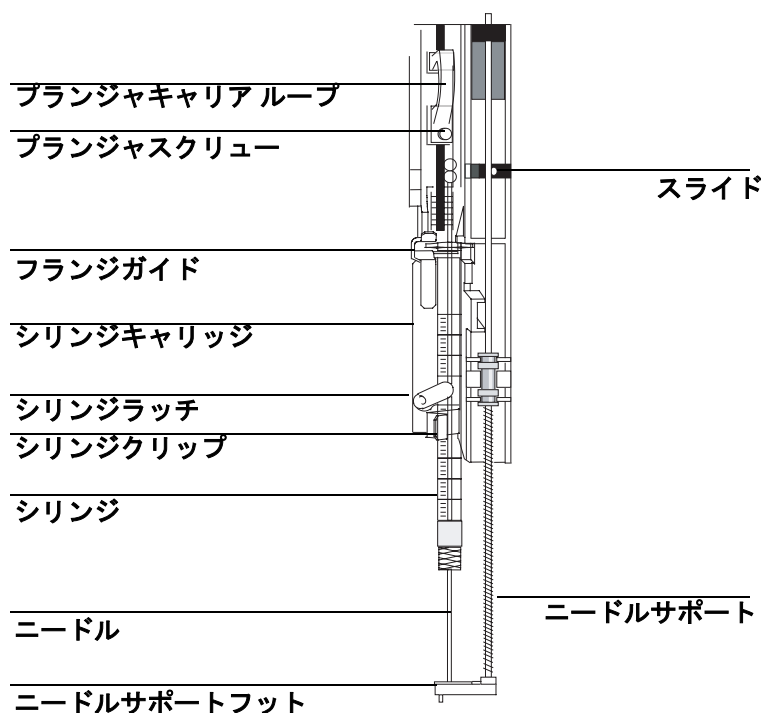

図 43. ニードルを取り付けた状態のシリンジキャリッジとニードルサポート
9. スライドを上下に動かして、ニードルがニードルガイドフットと同軸になっていることをチェックします。ニードルはニードルガイドの中をスムーズにスライドすべきです。図 43 を参照してください。